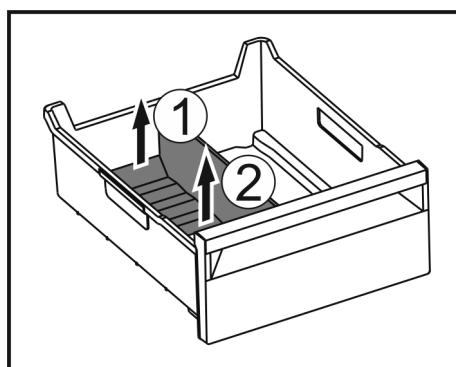

Fig. 153
- ▶ Dvignite zadnji del pregrade predala za led. Fig. 153 (1)
- ▶ Pregrado predala za led odstranite navzgor. Fig. 153 (2)